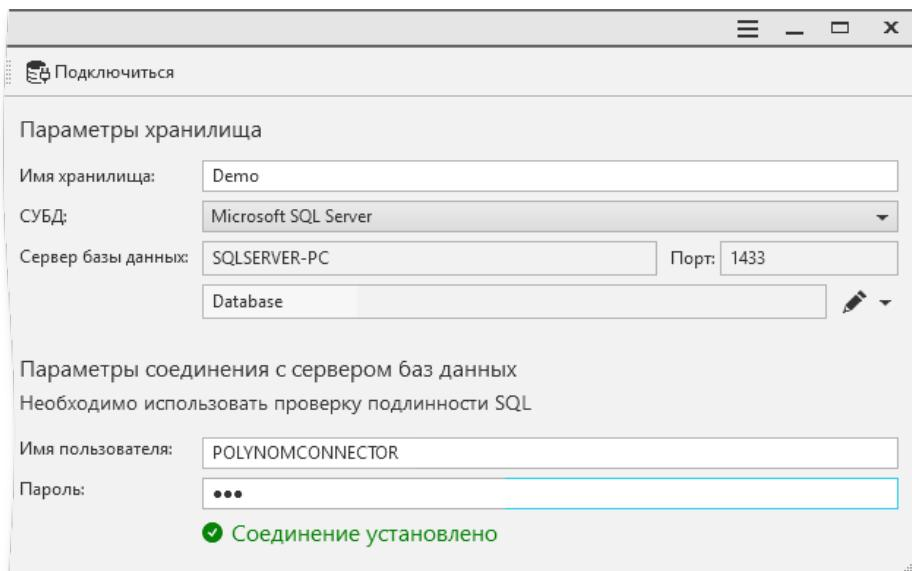

Рис. 3.30
Если имя пользователя и пароль верные, соединение будет установлено (рис. 3.30).
- Подключитесь к хранилищу, нажав кнопку **Подключиться** в верхней части окна (рис. 3.30).